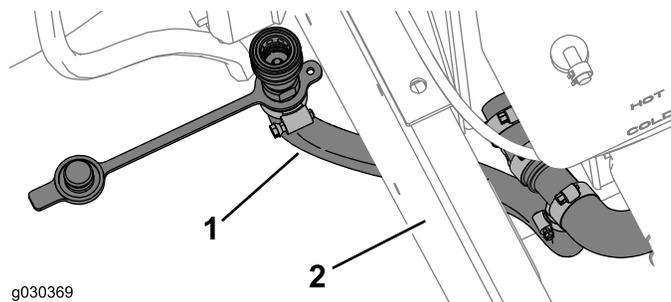

Bild 37
- Verlegen Sie den kurzen Schlauch, wie in Bild 37 abgebildet.